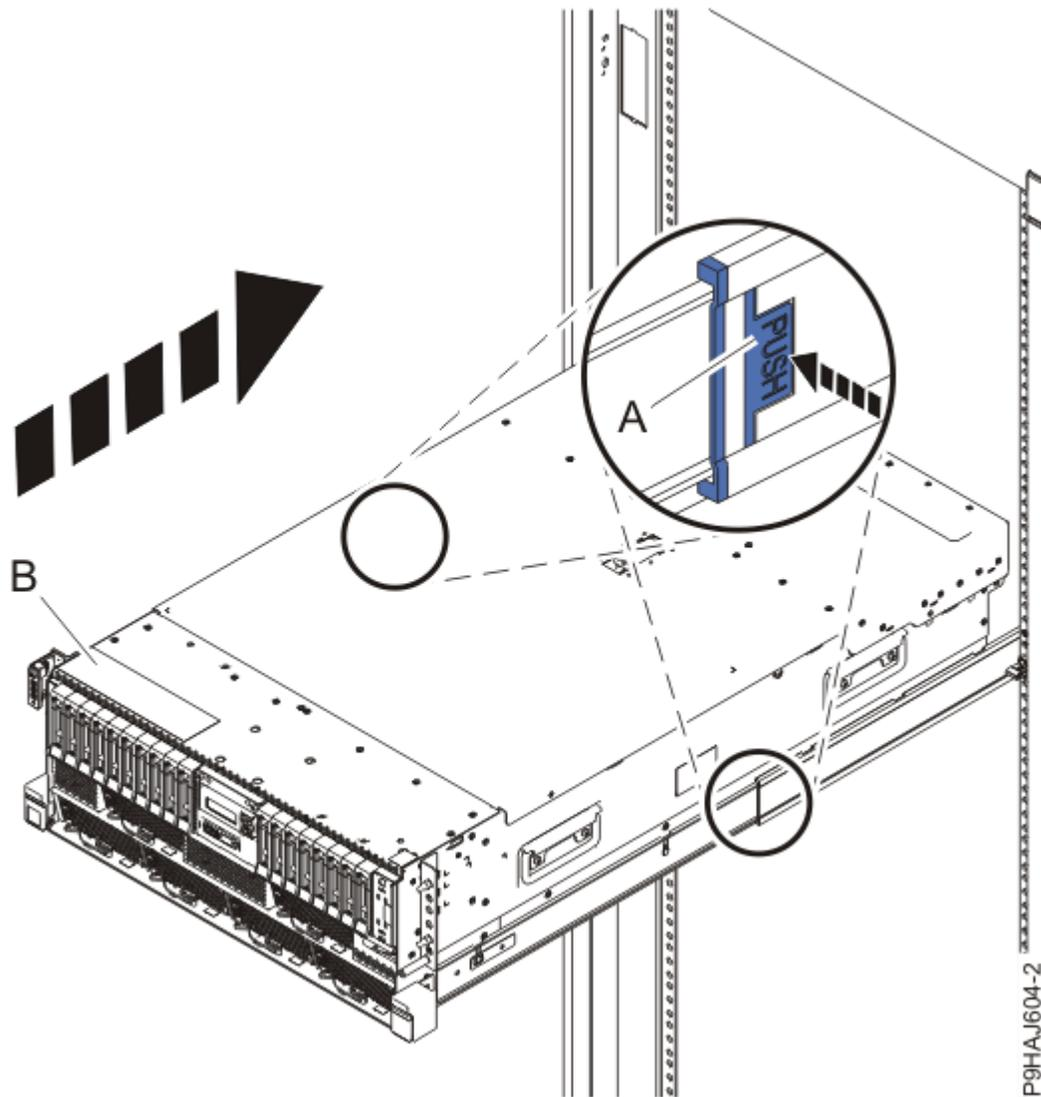

Abbildung 37. System in die Betriebsposition bringen
3. Entsperren Sie bei einem Einschubsystem die blauen Schienensicherungsverriegelungen (**A**), indem Sie sie nach innen drücken (siehe Abbildung 37 auf Seite 46).